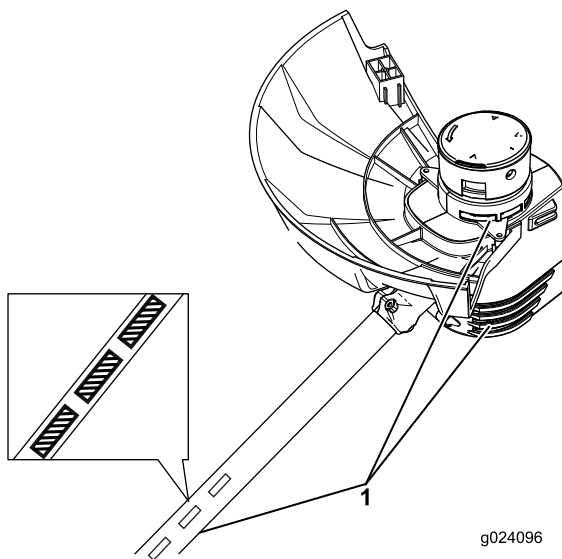

Bild 18
5. Entfernen Sie Schmutzablagerungen von den Lufteinlassöffnungen an der Motorhaube, damit der Motor nicht überhitzt wird (Bild 18).